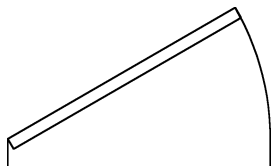

图 6-11 门平面
1) 新建一个图形文件,利用绘图命令绘制一个“门平面”示意图,如图6-11所示。